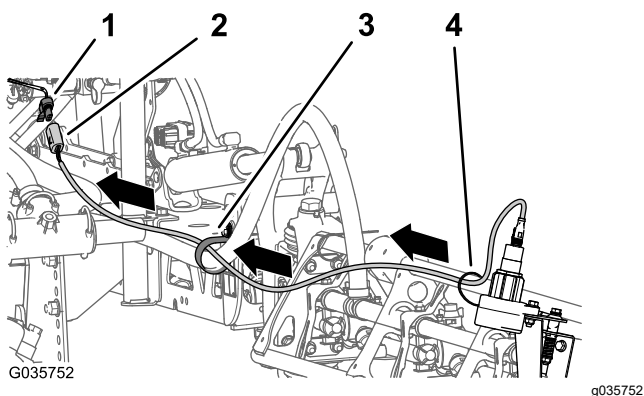

Figure 24
à 4 douilles du faisceau provenant du kit de finition pour rampes ultrasoniques (devant le collecteur des vérins de levage) (Figure 24).
3. Branchez les connecteurs à 4 broches des faisceaux des capteurs gauche et droit au connecteur à 4 douilles du kit de finition pour rampes ultrasoniques (Figure 24) portant la mention « LEFT SONIC SENSOR » (capteur sonique gauche) et « RIGHT SONIC SENSOR » (capteur sonique droit).
5. Attachez le fil qui sort du capteur à la rampe avec des attache-câbles (Figure 24).